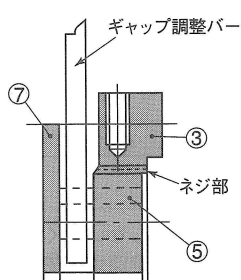

図 2
ハ. 図 2 の様にアウターディスク (⑦) とセンターリング (③) の間からギャップ調整バー（お客様で角板をご用意下さい）をギャップ調整ネジ (⑤) の溝に差し込んで下さい。